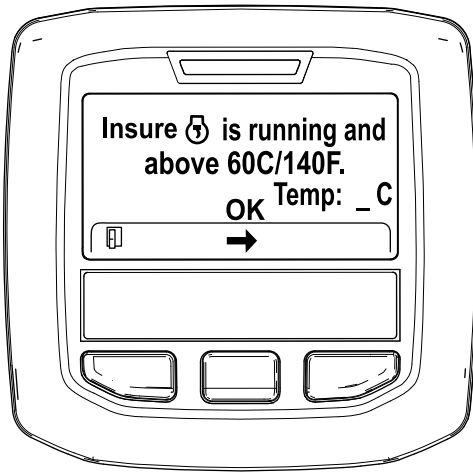

Figure 45
5. Si la température du liquide de refroidissement est inférieure à 60 °C, le message « Insure is running and above 60C/140F » (vérifier que \*\*\* fonctionne et est supérieure à 60 °C/140 °F) s'affiche (Figure 45).